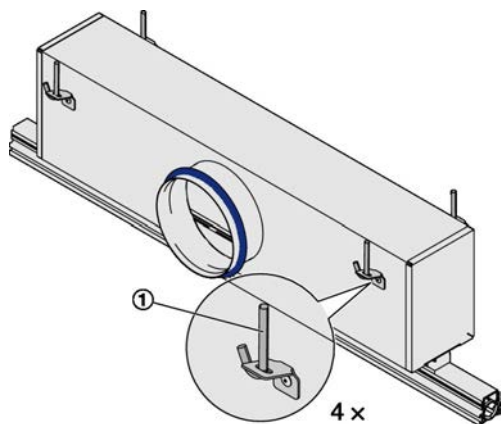

Fig. 2: Plenumskammer
1. ► Fest opphengsdelen som snorer, kabler eller metallhengere (Fig. 2/1) til taket.